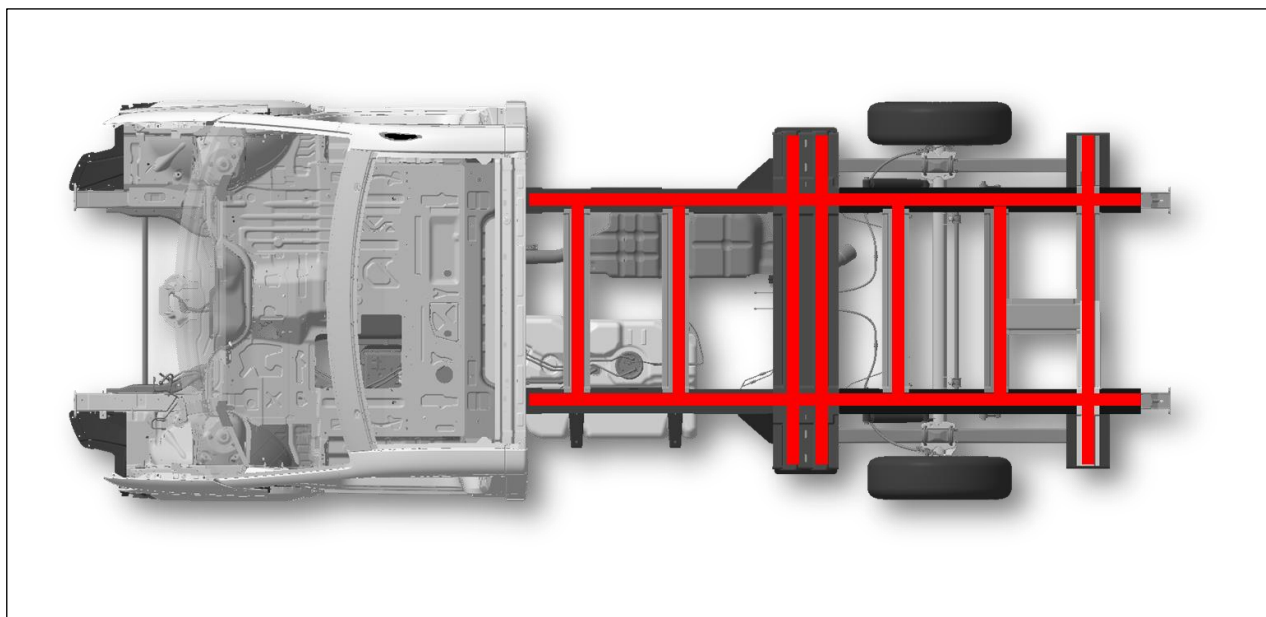

Abb. 5: Crafter-Flachrahmen-Fahrgestell- Klebeflächen für Aufbau (Prinzipdarstellung Rahmenfläche)
- Der Benetzungsgrad der Klebebereiche (rot) muss **mindestens 75 %** betragen (siehe Abb. 5 „Crafter-Flachrahmen-Fahrgestell-Klebeflächen für Aufbau“)